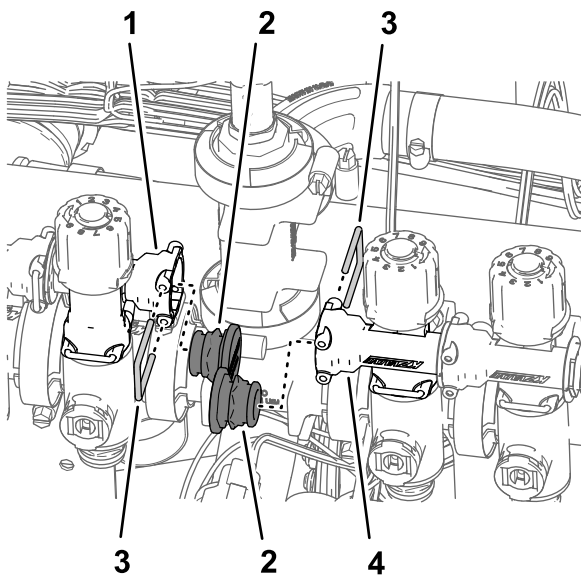

Рисунок 98
- Снимите держатели, которые крепят заглушки в гнездах быстроразъемных штуцеров на клапане сопла 5 и клапане сопла 6, и снимите заглушки (Рисунок 98).